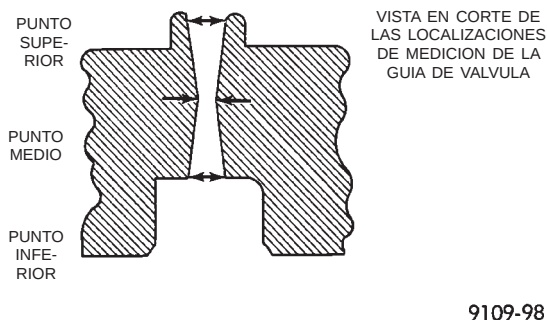

Fig. 97 Verificación del desgaste en las guías de válvulas—característico
(1) Elimine todo resto de carbón o barniz del interior de las guías de válvula con un limpiador de guías fiable.
(2) Con un calibre para orificios pequeños y un micrómetro, mida las guías de válvula en 3 puntos: superior, medio e inferior (Fig. 97). Consulte el Cuadro de especificaciones de guías de válvula. Reemplace las guías si éstas no se encuentran dentro de la especificación.